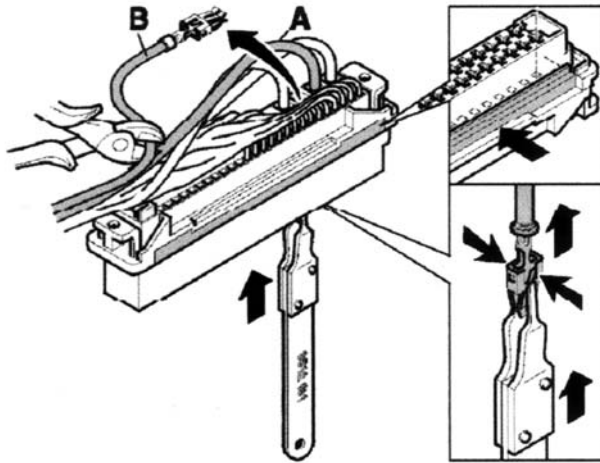

Figure 1 (fiches jusqu'à AM 1997)
- ouvrir le connecteur et enlever les câbles d'alimentation (jusqu'à AM 1997 broches 2 et 3, depuis AM 1998 broches 17 et 18), couper les câbles le plus loin possible avant l'isolation (figure 1),